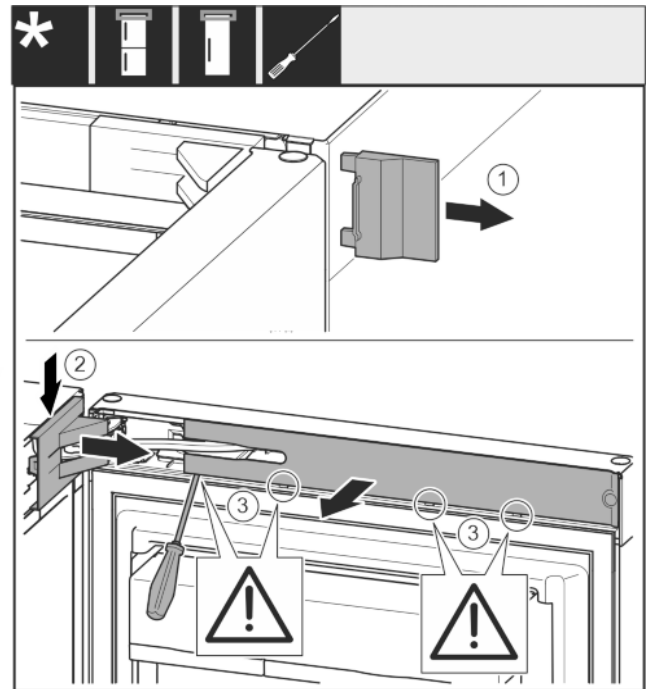

Fig. 6
- ▶ Снимите внешнюю крышку. Fig. 6 (1)
- ▶ Освободите и отсоедините крышку опорного кронштейна. Снимите крышку опорного кронштейна. Fig. 6 (2)
- ▶ При помощи шлицевой отвертки освободите накладку и отведите в сторону. Fig. 6 (3)